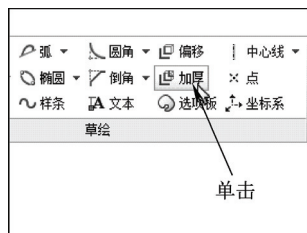

图 3-54 单击“加厚”按钮
STEP 02 在功能区选项板的“草绘”选项卡中, 单击“草绘”面板中的“加厚”按钮, 如图 3-54 所示。